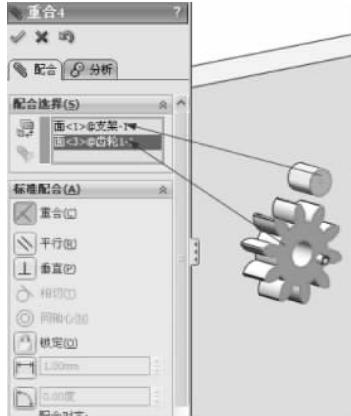

图 3-79 重合配合
(2) 单击【装配体】工具栏中的【配合】按钮 ，弹出【配合】的属性设置。在【标准配合】选项组下选择【重合】配合类型 ，单击【配合选择】选项组下的选择框，然后在图形区域中选择齿轮端面和轴的外端面，其他保持默认，如图 3-79 所示，单击【确定】